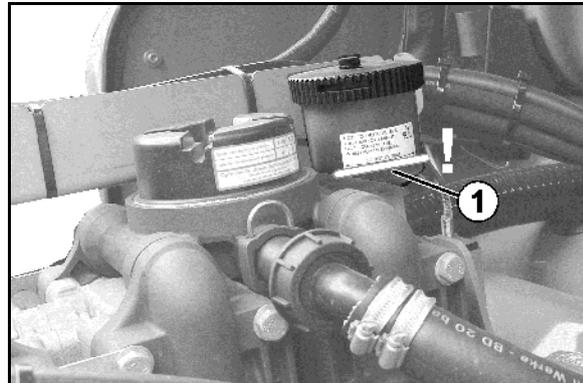

Fig. 200
2. Schrauben (Fig. 200/1) lösen.
3. Ventildeckel (Fig. 200/2) abnehmen.
4. Überprüfen Sie die Kolbenmembrane (Fig. 200/4) und den Keilring (Fig. 200/5).
1. Schraube (Fig. 200/3) lösen und Kolbenmembrane (Fig. 200/4) zusammen mit der Haltescheibe vom Kolben abnehmen.